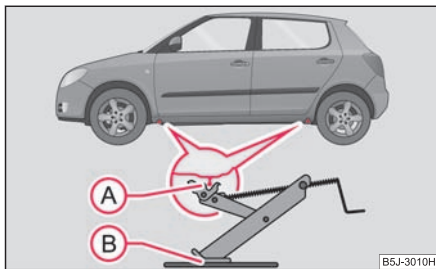

Abb. 197 Radwechsel:
- Wählen Sie zum Ansetzen des Wagenhebers den Aufnahmepunkt – Einprägung im Unterholm, der dem defekten Rad am nächsten liegt → Abb. 197.
- Setzen Sie den Wagenheber so an, dass die Klaue den senkrechten Steg an der Einprägung des Unterholms (A) umfasst und die untere Abstützfläche des Wagenhebers (B) sich mit ihrer gesamten Fläche auf dem festen Untergrund befindet.